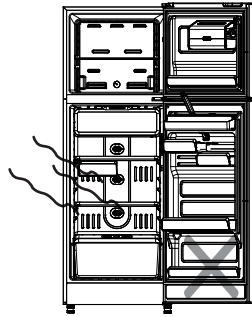

Fig. 11
- No deje la puerta abierta más de lo necesario, esto hará disminuir la eficiencia del refrigerador y aumentará el consumo de energía. Asegúrese que las puertas estén completamente cerradas en todo momento. Ver Fig. 11.
(Ver Fig. 11).